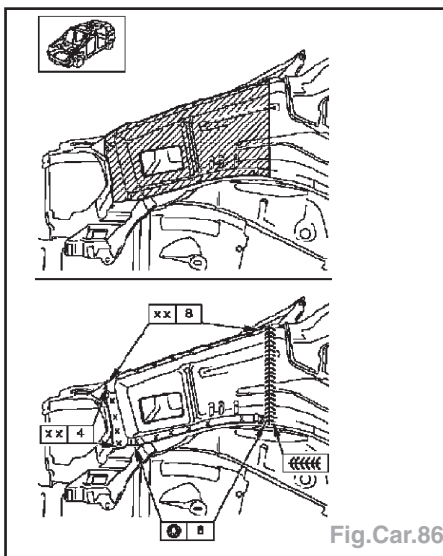

Fig.Car.86
- Déposer les pièces rapportées (Fig.Car.86).